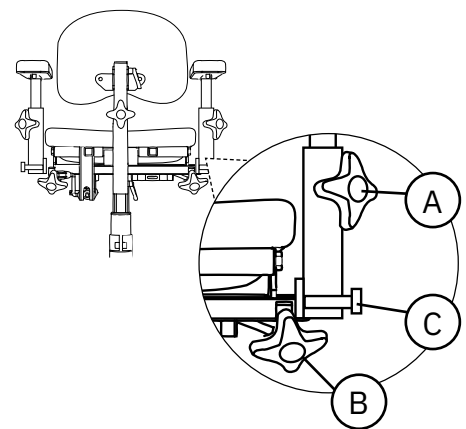

Abb. 5.14. Wegklappbare Armlehnen.
Wegklappbare Armlehnen sind in Höhe (A) und Breite (B) verstellbar und können nach hinten geklappt werden (C), siehe Abb. 5.14.